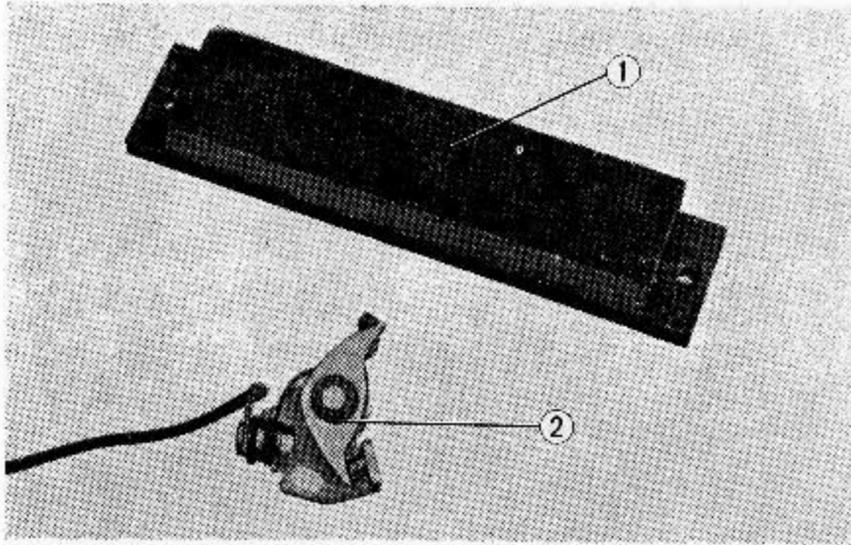

Abb. 5.9
4. Verschmutzte Kontakte müssen mit der Kontaktfleile oder Schmirgelpapier gesäubert werden. Bei übermäßiger Verschmutzung oder Verbrennung muß die Grundplatte und der Unterbrecherhebel ausgebaut werden, und beide -Kontaktflächen müssen mit einem Schleifstein poliert werden. (Abb. 5.9)